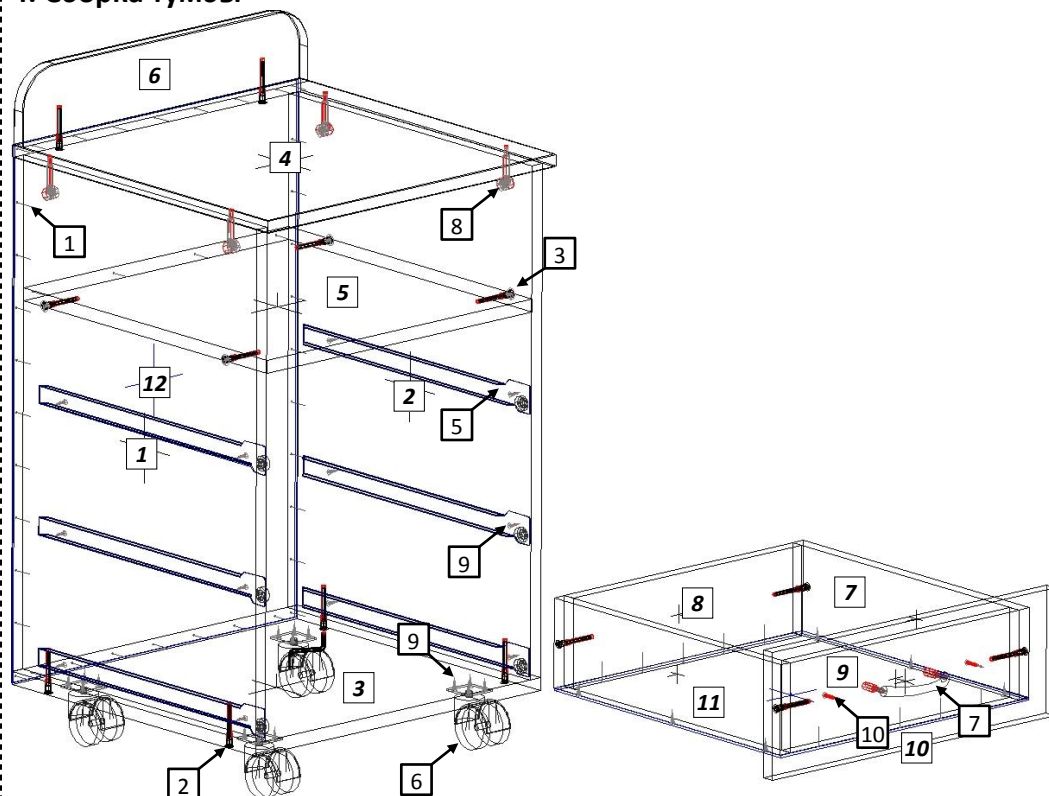

Рис. 1
4.1 Внимательно ознакомьтесь со схемой сборки, изображённой на рис. 1, сверяясь с комплекточной ведомостью на изделие. Согласно позициям на схеме и комплект.
- 4.3 Евровинтами (2), как показано на рис. 1, соедините вертикал. ст. [1, 2] с горизонт. стенками [3,5]. Установите крышку. Затяжка соединения производится путём поворота эксцентриков до упора в направлении стрелки, выштампованной на корпусе стяжки. Гвоздями (1) закрепите зад. стенку ДВПО [12]. Головки евровинтов (2) закройте заглушками (3).